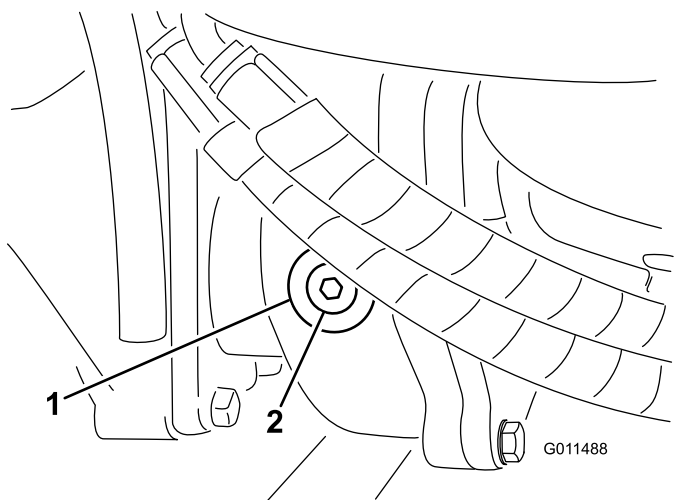

Рисунок 67
2. Снимите пробку контрольного (заливного) отверстия с левой стороны редуктора и убедитесь, что масло доходит до нижнего края отверстия (**Рисунок 67**).